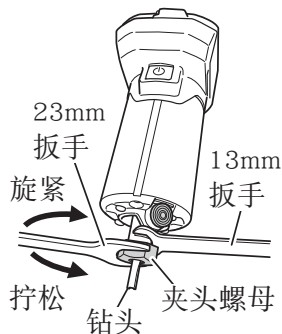

图 12
- (1) 从主体上拆下底座组件。
- (2) 将钻头深深地插入夹头锥孔中。(距夹头螺母侧 15mm 以上。)
- (3) 使用 13mm 扳手固定轴，并用随附的扳手拧紧夹头螺母。(图 12)
- (4) 调整底座组件的小齿轮后，将拆下的底座组件安装到主体外壳上的齿条上。然后将固定杆向固定侧倾斜，并牢牢固定底座组件。